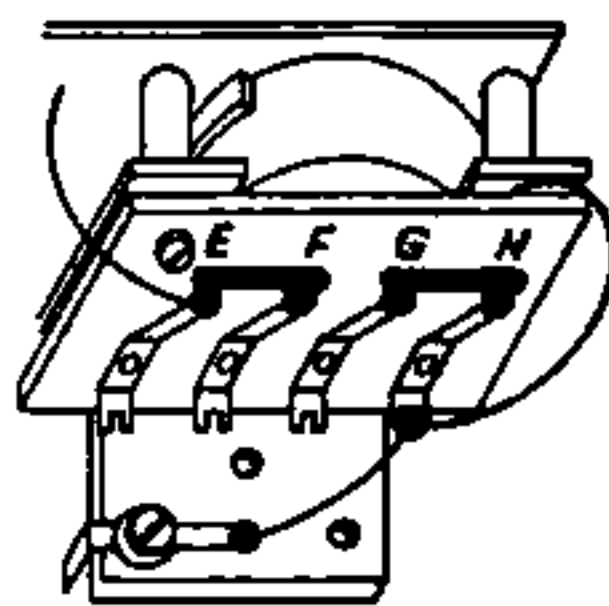

Abb. 6
6. Schaltmagnet entsprechend Abb. 6 oder 7 schalten.
3. Schaltmagnet entsprechend Abb. 6 oder 7 schalten.